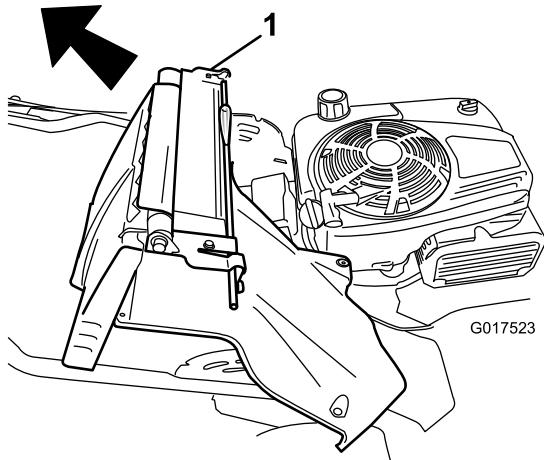

Bild 36
7. Entfernen Sie das Heckablenklech und den Bügelarretierungsgriff (Bild 36).